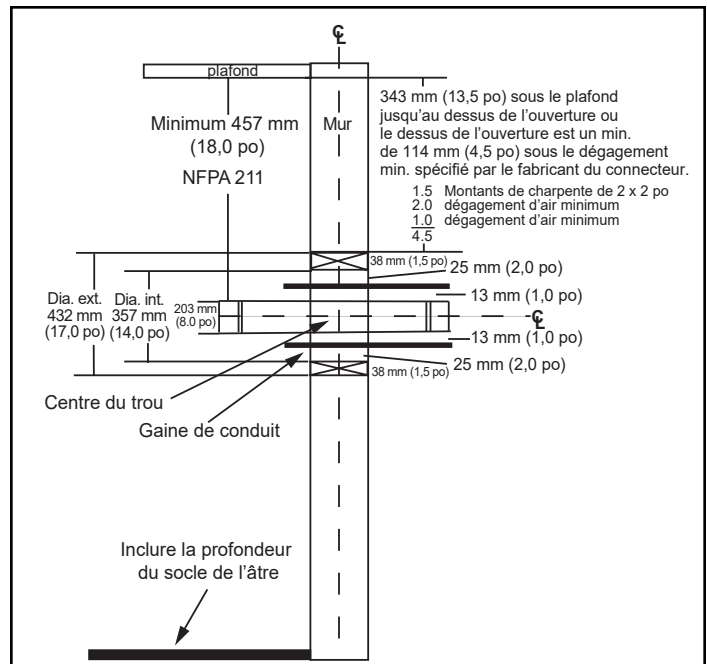

Figure 4.3
- L'ouverture en haut du mur doit être à 343 mm (13-1/2 po) au moins du plafond ou à 114 mm (4-1/2 po) au-dessus du dégagement minimum spécifié par le fabricant du carneau. Le dégagement vertical minimal selon le code NFPA 211 est de 457 mm (18 po) depuis le carneau et le plafond ou égal à la valeur minimale recommandée par le fabricant du carneau, Figure 4.3.
1. Pratiquez une ouverture dans le mur intérieur à la hauteur prévue pour l'entrée du carneau dans la cheminée en maçonnerie, Figure 4.3.